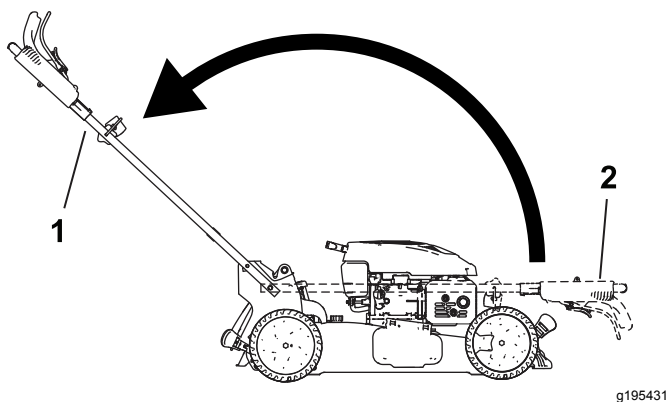

Figura 28
2. Doble el manillar girándolo hacia adelante (Figura 28).